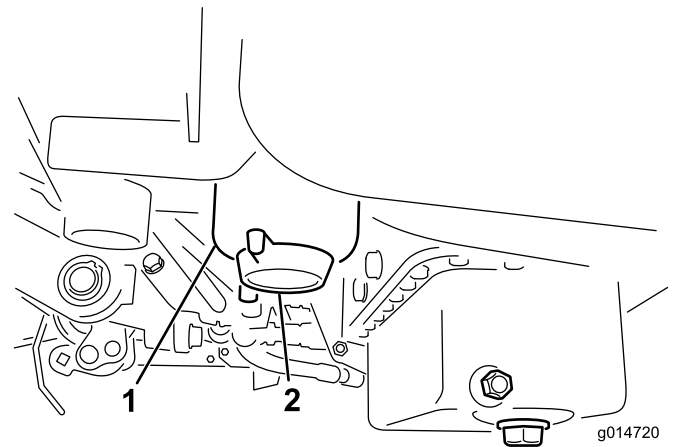

図 30
3. 燃料フィルタについているドレン・プラグを 1 回転ほど開き、内部にたまっている異物を流し出す (図 30)。終了したらプラグを締める。